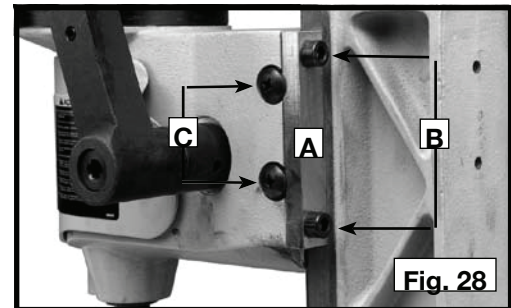

Fig. 28
Una contrachaveta para cola de milano (A) Fig. 28 asegura un buen ajuste de deslizamiento entre la cabeza y la columna. Realice el ajuste aflojando los dos tornillos (B) y girando los tornillos de ajuste (C). Ajuste los dos tornillos (B).
Al utilizar brocas con ejes muy largos, retire la prolongación (A) Fig. 30. Inserte un destornillador en la ranura (B) Fig. 30 que se encuentra en el extremo del eje de la armadura ubicada sobre el motor (B) Fig. 32. Utilice una llave para portabrocas para desenroscar y quitar el portabrocas (C) Fig. 28 y la prolongación (A). Retire la prolongación (A) del portabrocas (C) y vuelva a colocar el portabrocas (C). También puede utilizar el espaciador del cincel. Coloque el espaciador del cincel (D) Fig. 30 sobre el eje del cincel (F) e inserte el cincel en el soporte para cincel. Ajuste bien el soporte para cincel.